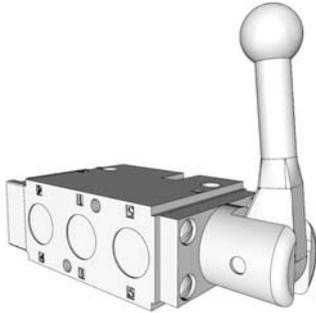

FIG. 15
- Position normale : permet une rotation libre de la bobine (FIG. 15).